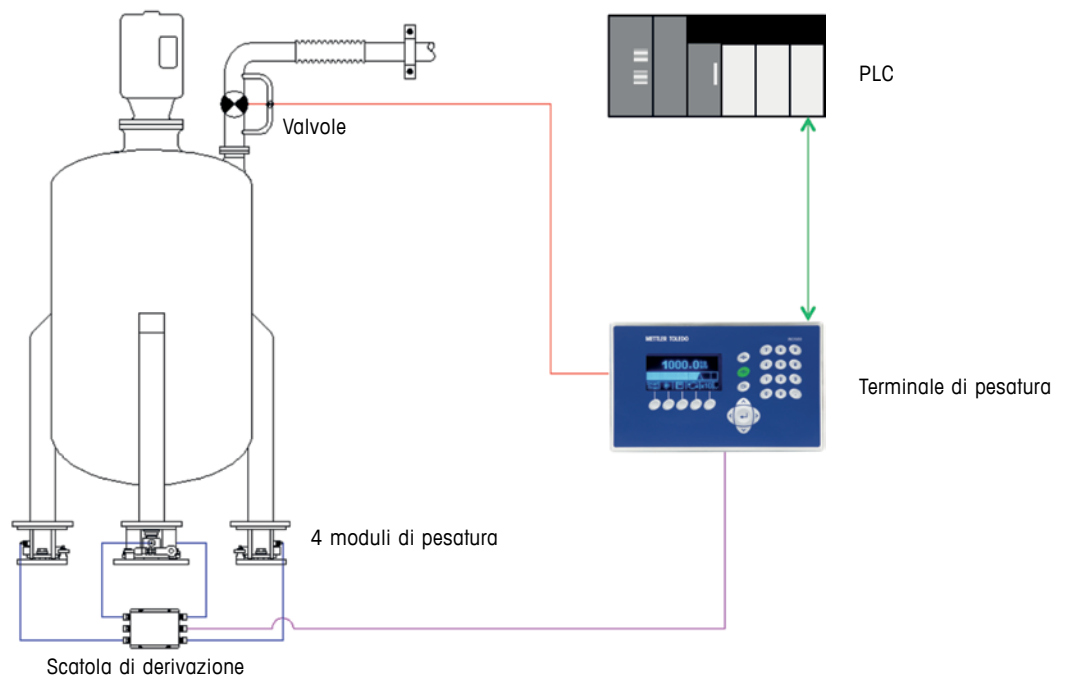

Figura 28: sistema di controllo ibrido con PLC e terminale di pesatura
3. La Figura 28 mostra un sistema ibrido. In questo caso, il controllo di riempimento viene eseguito da un terminale come IND560, IND690 o IND780, mentre il PLC/PAC controlla l'intero processo. Il PLC/PAC può stabilire quando avviare il riempimento e i parametri di dosaggio come il target e le tolleranze per ciascun ingrediente. Tuttavia tali informazioni vengono scaricate nel terminale che ha l'autonomia di eseguire il processo di dosaggio. Al termine del dosaggio, il terminale può inviare un report al PLC/PAC per l'archiviazione dei dati, il controllo dell'inventario e così via.